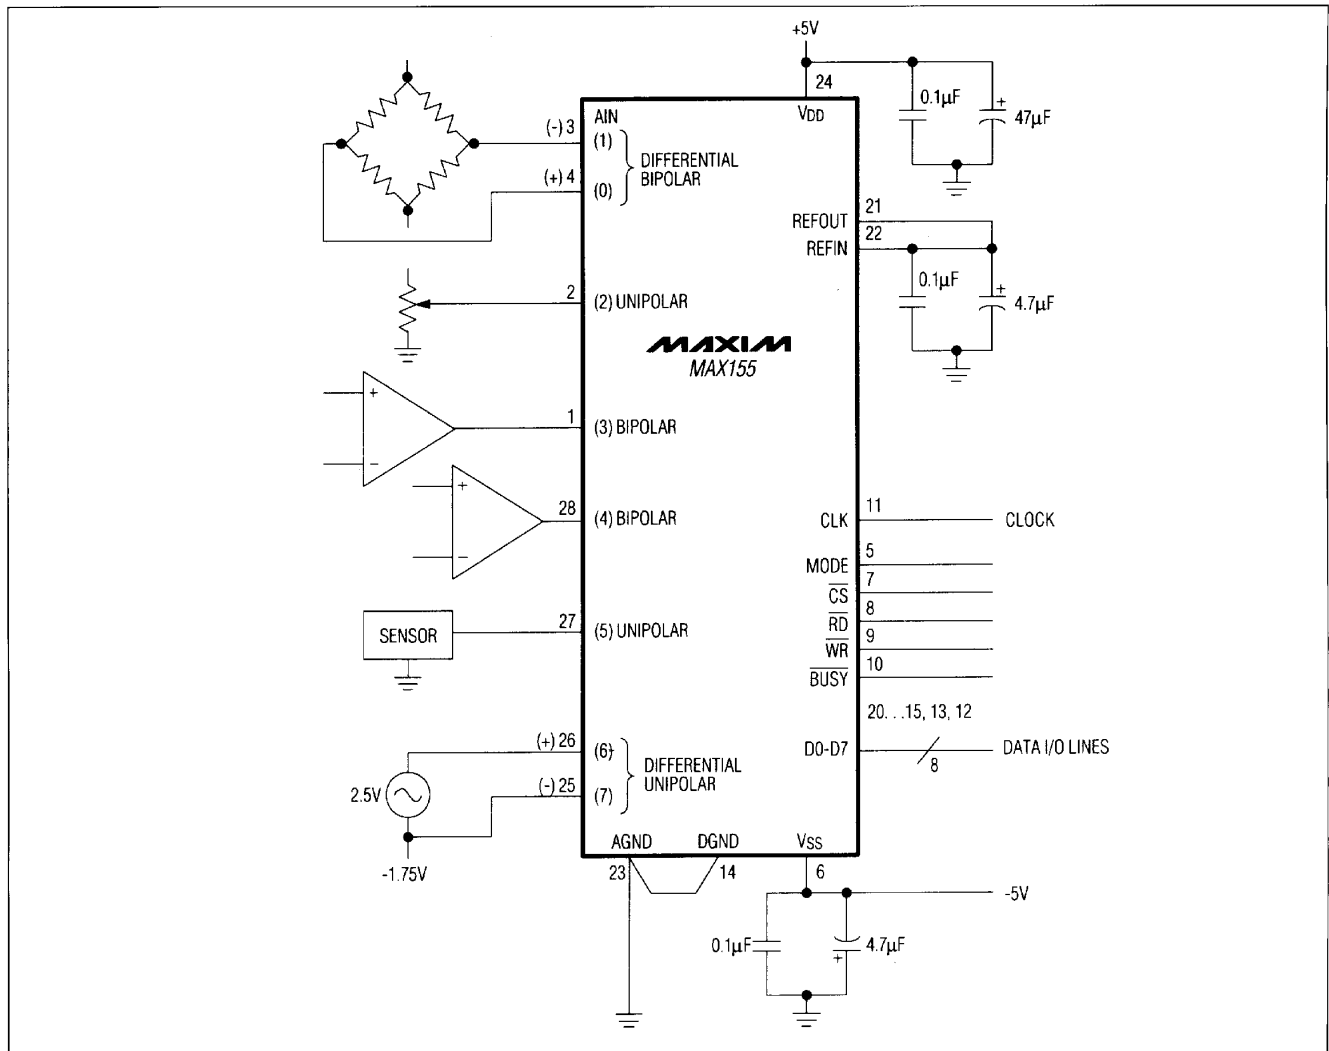

図10. MAX155/MAX156の標準動作回路
ここで、Nは変換を行うチャンネル数です。この式は1クロック・サイクルの不確実性を含んでいます。単一チャンネル、5MHzクロック時の変換時間は、(9×1×2)/5MHz=3.6µsとなります。MAX155では、8チャンネル時の最大変換時間は、(9×8×2)/5MHz=28.8µsです。6入力に設定されている応用例(図10)では、変換時間は(9×6×2)/5MHz=21.6µsです。
この例におけるMAX155/MAX156のアドレスおよび設定入力は、表2、3での必要なチャンネル設定を選択することによって決定されます。図10に表5での構成概要を図示します。
3. データをRAMから読み出す際には、INH=“ロー”とし $\overline{RD}$ ストロープを与えます。この例(図10)での6チャンネル構成では、6回の $\overline{RD}$ パルスによって差動チャンネル(1, 0)から始まるすべてのデータにアクセス可能です。さらに $\overline{RD}$ パルスを与えると、最小チャンネル番号のデータに再度アクセスします。